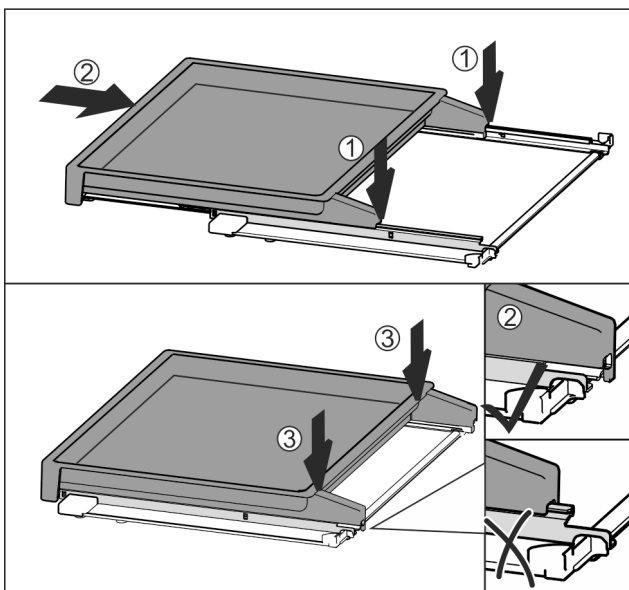

Fig. 109
- ▶ Mittig auf Schienen aufsetzen Fig. 109 (1).
- ▶ Auszugsbord vollständig einschieben Fig. 109 (2).
- ▶ An hinterer Seite drücken bis es hörbar einrastet Fig. 109 (3).